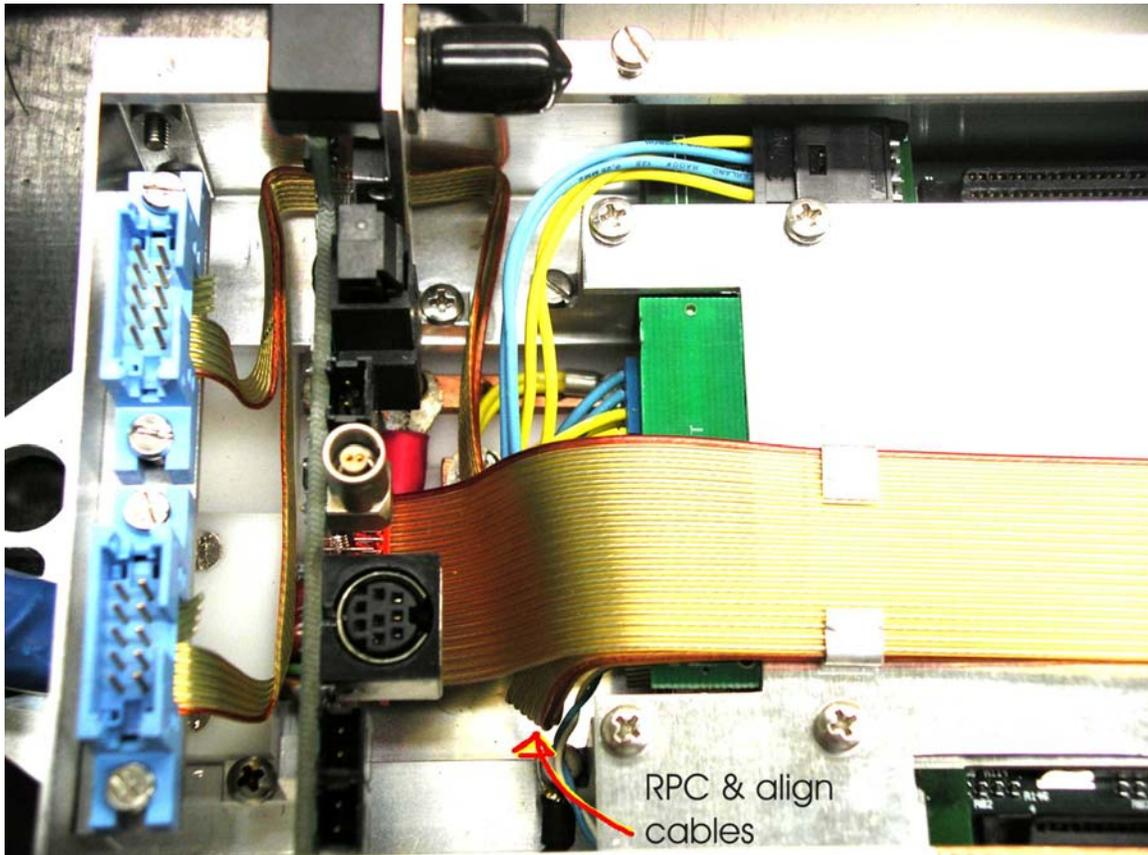

Figura 17: Connettore RPC-Allineamento e routing dei cavi attorno alla Link Board.
- Inserire (se non lo e' gia') il connettore esterno per i cavi RPC e allineamento, nel lato del Mini-Crate della Link Board (Figura 17)
- Connettere i cavi RPC e allineamento seguendo un percorso attorno alla Link Board (dalla parte piu' lunga, vedi Figura 17).
- Connettere il cavo dorato dalla CCB nel connettore posto al di sotto della scheda. (vedi Figura 17 per l'inserimento e Figura 19 per il routing)